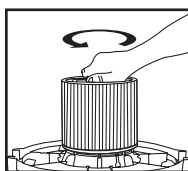

FIGURA 8
14. Para retirar el filtro para su limpieza, sostenga de nuevo la tapa del depósito y gire el retenedor del filtro en sentido contrario a las agujas del reloj para soltarlo y retirarlo. **FIGURA 8.**